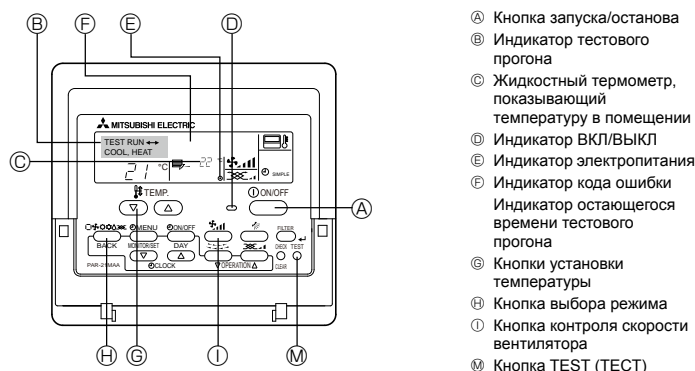

Рис. 7-1
7.2.1. Использование проводного пульта дистанционного управления (Рис. 7-1)
- ① Включите питание по крайней мере за 12 часов до начала пробного прогона.
- ② Дважды нажмите кнопку [TEST]. ⇒ "TEST RUN" на ЖК-дисплее
- ③ Нажмите кнопку [Mode selection] (Выбор режима). ⇒ Убедитесь в том, что воздух выдувается.
- ④ Нажмите кнопку [Mode selection] (Выбор режима) и переключитесь на режим охлаждения (или обогрева). ⇒ Убедитесь в том, что выдувается холодный (или теплый) воздух.
- ⑤ Нажмите кнопку [Fan speed] (Скорость воздушного потока). ⇒ Убедитесь в том, что скорость воздушного потока переключилась.
- ⑥ Проверьте работу вентилятора наружного прибора.
- ⑦ Выключите пробный прогон нажатием кнопки [ON/OFF]. ⇒ Стоп
- ⑧ Введите телефонный номер.